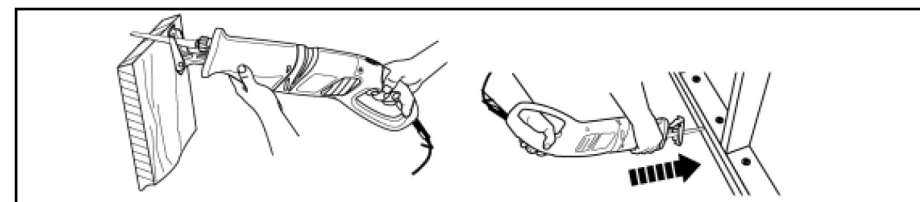

РИС. 11
■ Проверьте, чтобы было достаточно пустого места для полотна (12) под деталью.
■ Держите инструмент одной рукой за рукоятку (10), а другой - за переднюю поверхность захвата (5). Ни в коем случае не пытайтесь работать с инструментом одной рукой! Следите за тем, чтобы рука не оказалась под деталью (Рис. 11).
■ Установите плоскость направляющей пластины (2) на деталь и продвигайте инструмент с постоянной скоростью.